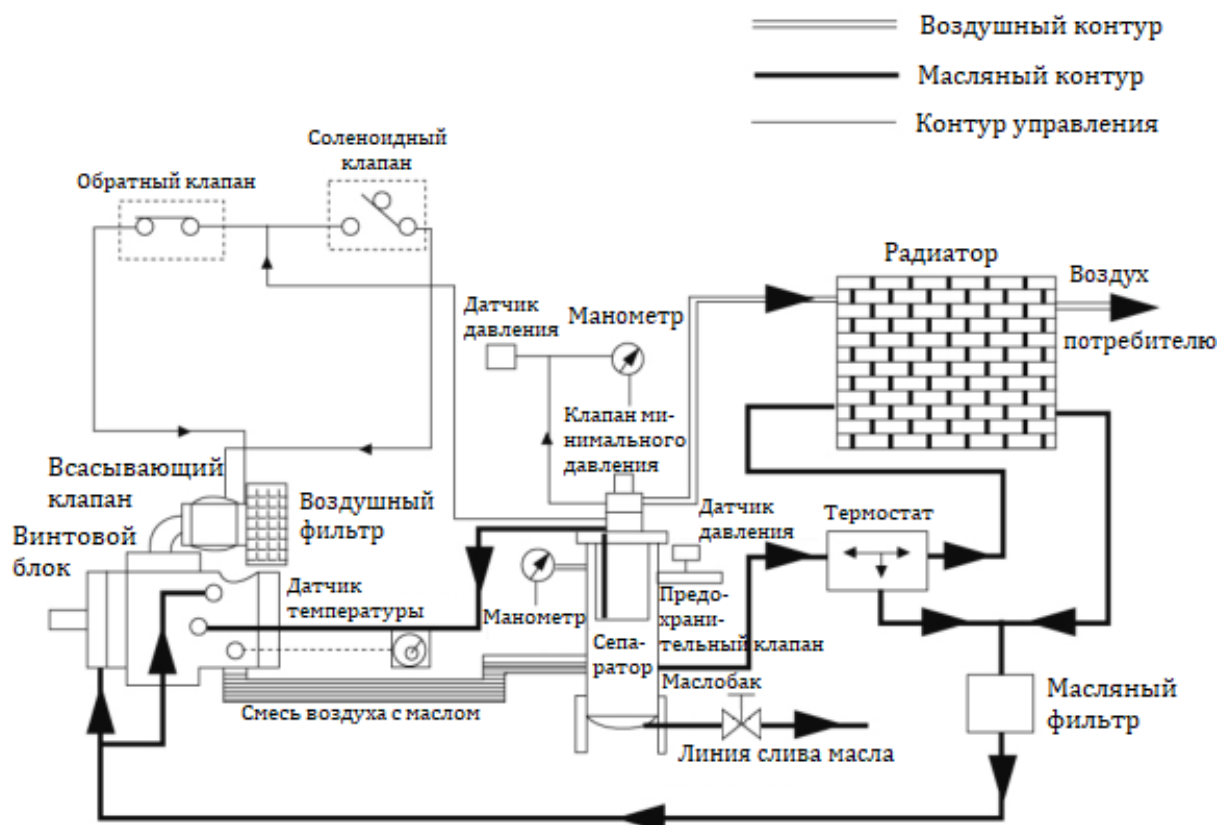

Рис. 5 Устройство компрессора.
4.1. Устройство компрессора (рис. 5)